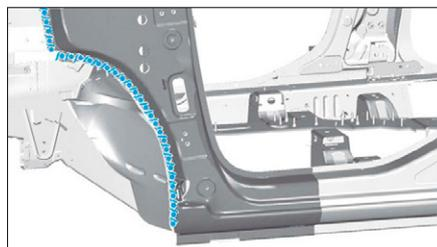

FIG. 55
- un mastic d'étanchéité (Fig.55).